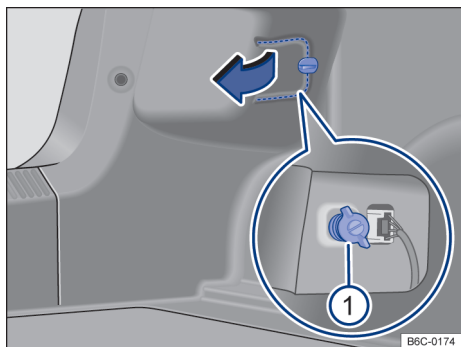
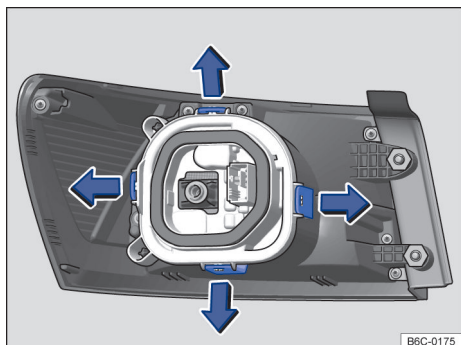

Fig. 131 No compartimento de bagagem: desinstalar cobertura e retirar o parafuso borboleta ① (lupa).
Fig. 132 Lanterna traseira: desinstalar o suporte das lâmpadas
- ① Observar a lista de controle e executar as ações → Página 164.
- ② Abrir a tampa traseira → Página 77.
- ③ Para abrir a cobertura da lanterna, girar a trava → Fig. 131 (seta).
- ④ Abrir a cobertura junto com a trava para o lado.
- ⑤ Soltar o parafuso borboleta ① (lupa) e retirá-lo, segurando, ao mesmo tempo a lanterna traseira.
- ⑥ Puxar cuidadosamente a lanterna traseira para fora, para desencaixá-la da carroceria → Ⓜ️.
- ⑦ Desencaixar o conector de alimentação das lâmpadas da lanterna, para remover totalmente a lanterna.
- ⑧ Colocar a lanterna traseira sobre uma superfície limpa e lisa.
- ⑨ Para destravar o suporte das lâmpadas, pressionar cada lingueta de travamento → Fig. 132 no sentido das setas.
- ⑩ Remover o suporte das lâmpadas cuidadosamente.
- ⑪ Para remover as lâmpadas incandescentes queimadas pressionar a lâmpada contra o alojamento e girar no sentido anti-horário.
- ⑫ Substituir a lâmpada incandescente queimada por uma lâmpada incandescente nova do mesmo modelo.
- ⑬ Para inserir as novas lâmpadas no suporte das lâmpadas, introduza a nova lâmpada no respectivo alojamento. Pressionar a lâmpada e girar no sentido horário até o batente.
- ⑭ Certificar-se de que as lâmpadas estão corretamente fixadas no suporte das lâmpadas.
- ⑮ Instalar o suporte das lâmpadas na lanterna traseira. As linguetas de travamento → Fig. 132 devem encaixar de forma audível.
- ⑯ Colocar o conector de alimentação na lanterna.
- ⑰ Encaixar a lanterna traseira cuidadosamente no alojamento da carroceria.
- ⑱ Segurar a lanterna traseira na posição de montagem com uma das mãos e aparafusar com a outra o parafuso borboleta → Fig. 131 Ⓜ️.
- ⑲ Recolocar a cobertura da lanterna em sua posição e girar a trava para fechar.
- ⑳ Fechar a tampa traseira → Página 77.